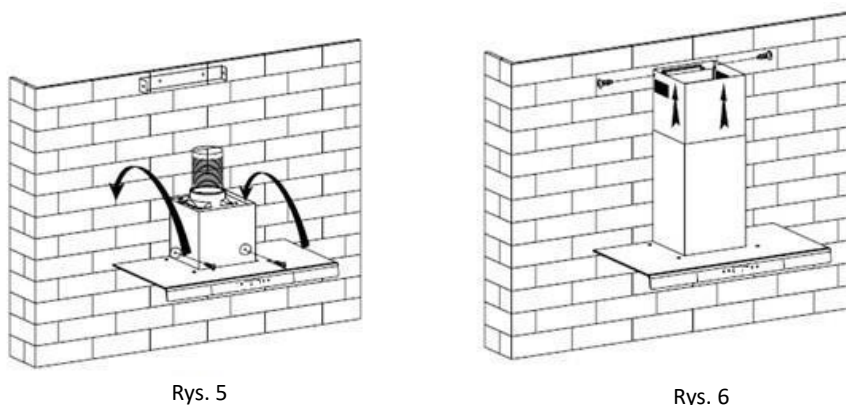

Rys. 2
15. Po ustaleniu wysokości montażu okapu, zamontuj hak. Stała pozycja zespołu mocowania maskownicy górnej określa położenie instalacji maskownicy. Patrz rysunek 2.